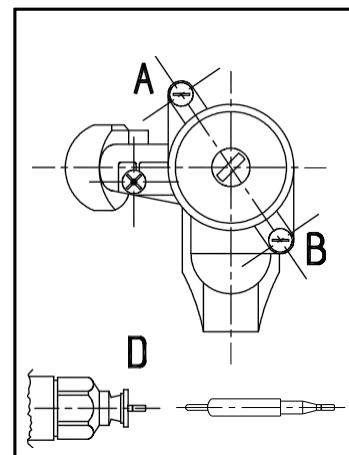

Fig. 18
3.6.- SUSTITUCIÓN DE LAS VÁLVULAS DE GAS. (Fig. 18)
3.7.- SUSTITUCIÓN DE TERMOPARES (Fig. 18)
- b) Soltar la tuerca de unión del termopar a la válvula de gas (D) (Fig. 18).